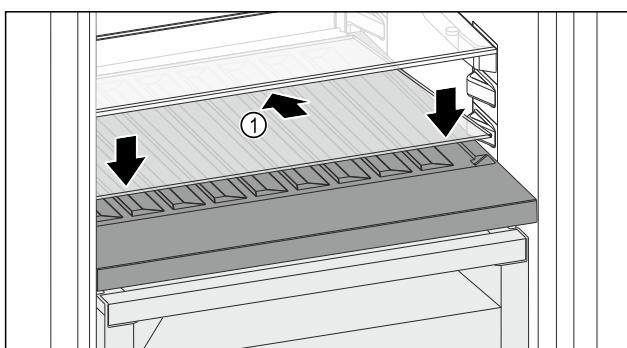

Fig. 100
- Вставте скляну полицю Fig. 100 (1) під кутом, накинувши назад і донизу.
- Опустіть скляну полицю Fig. 100 (1) вперед.